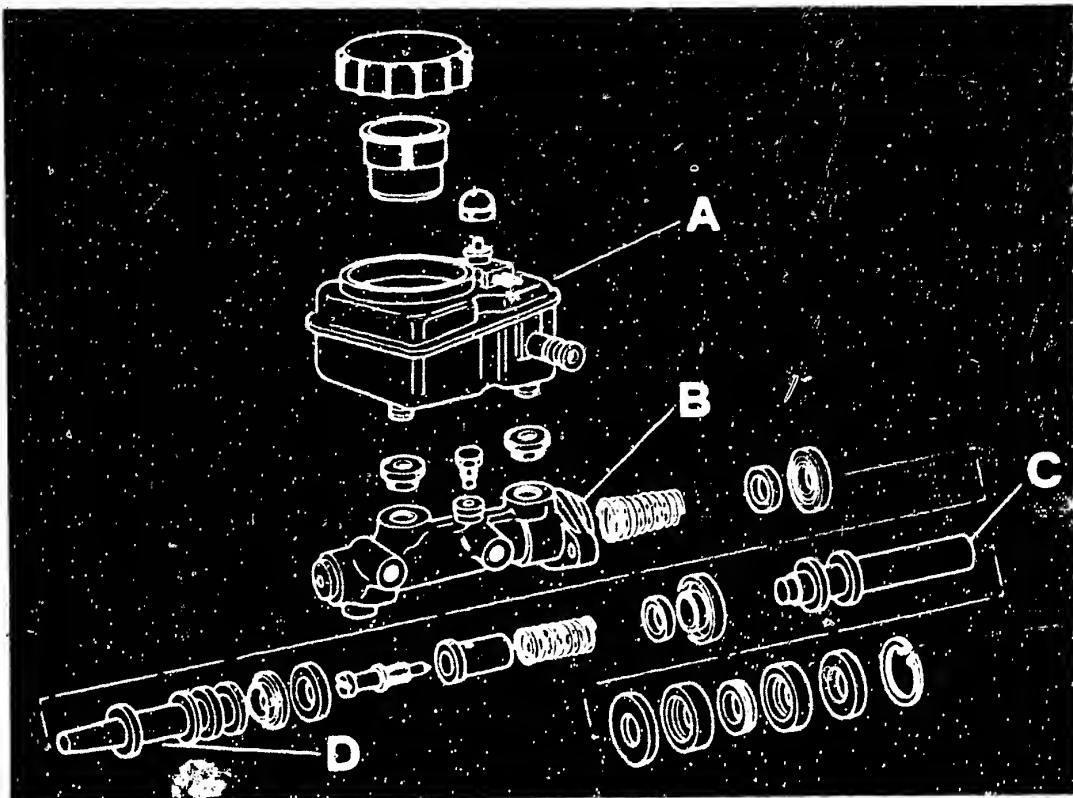

Bild 38 Einzelteile des Hauptbremszylinders (Ate) in der Einbau-Reihenfolge. A Vorratsbehälter – B Zylinder-Gehäuse – C Primärkolben – D Sekundärkolben.
a) Der **Hauptbremszylinder** lässt sich in gewohnter Weise ausbauen und revidieren (Bild 38).